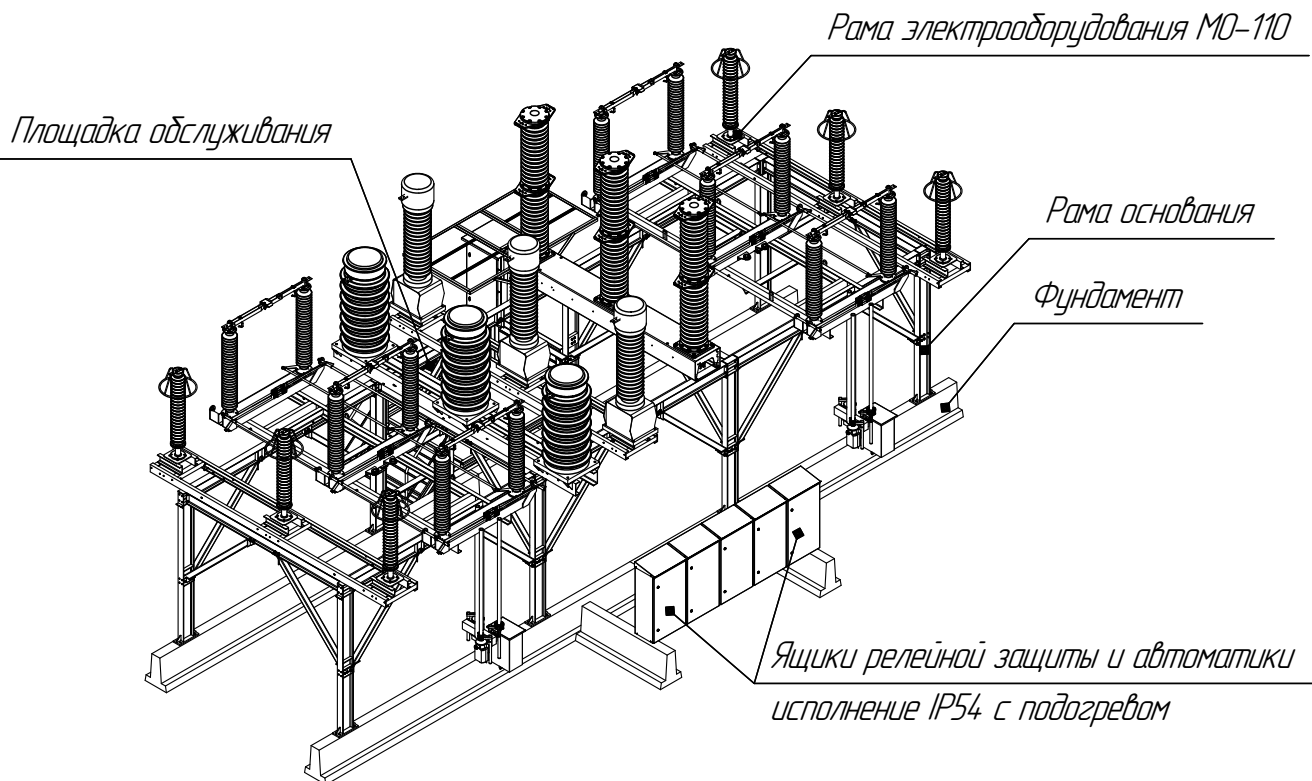

Рис.2 (ошиновка и раскладка кабельных конструкций условно не показаны)
- 5.2 Общий вид МО-110 представлен на рис.2